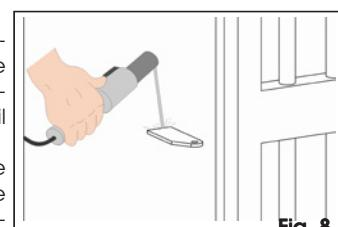

Fig. 8
- a-Nel caso di pilastri in ferro saldare la staffa direttamente al pilastro (Fig. 8).